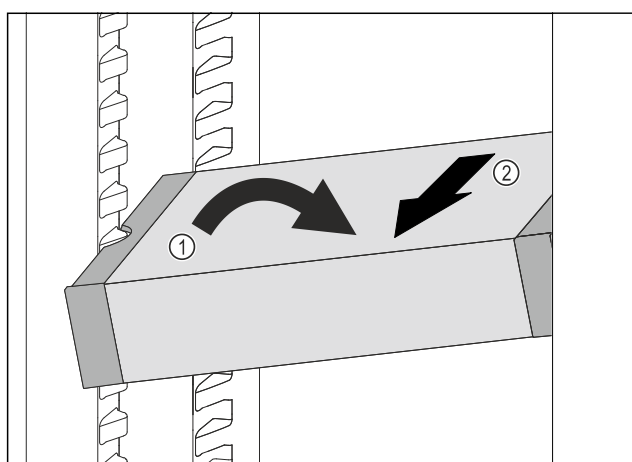

Fig. 217
- VarioSafe im Kühlteil schräg stellen. Fig. 217 (1)
- VarioSafe nach vorne entnehmen. Fig. 217 (2)